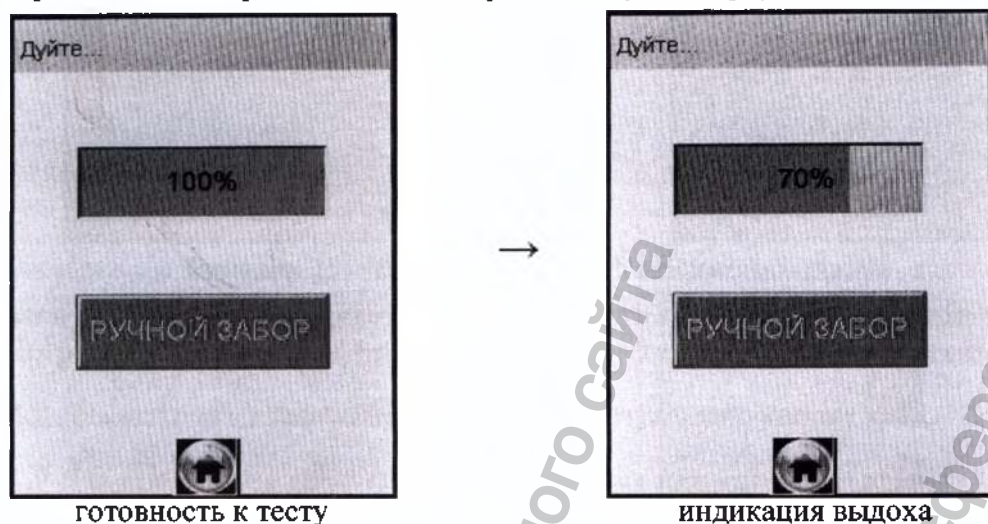

Рисунок 24 – Режим скрининга
На сенсорном экране появится сообщение о готовности к тесту (рисунок 24, слева).
2.11.5 Если обследуемый обеспечивает требуемый расход выдыхаемого воздуха, во время выдоха звучит опорный звуковой сигнал, и на индикаторе продолжительности выдоха предьявляется оставшееся время выдоха в процентах (рисунок 24, справа). Выдох целесообразно прекратить по окончании опорного звукового сигнала. Анализатор произведет автоматический отбор пробы выдыхаемого воздуха из мундштука-воронки.